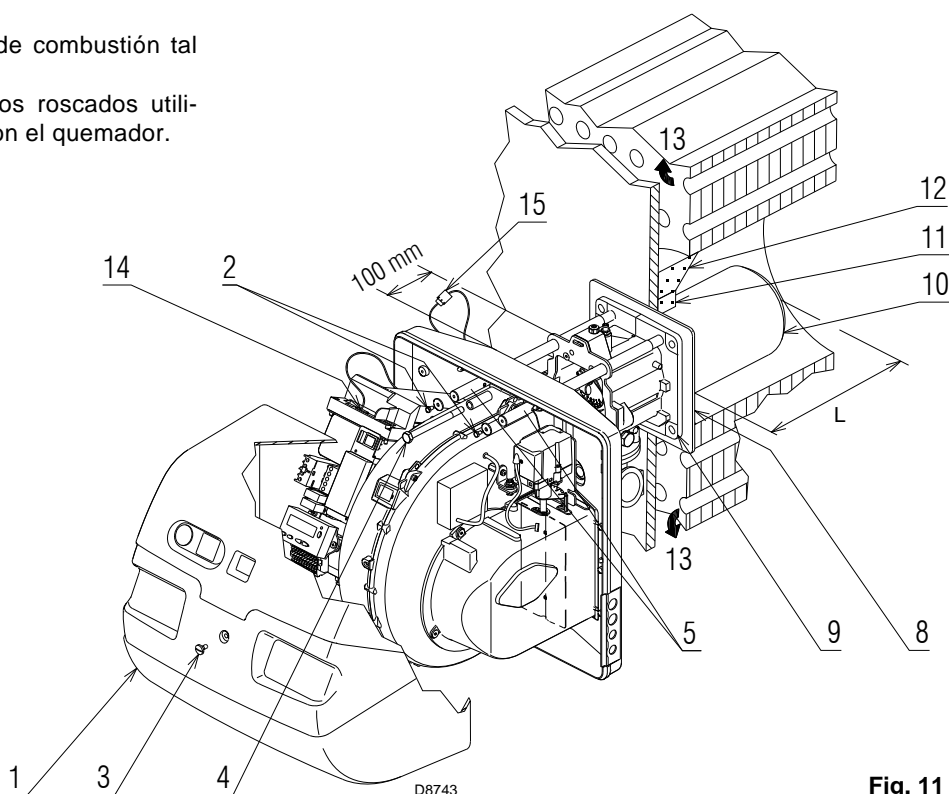

Fig. 11
Para calderas con paso de humos delantero (13), realizar una protección de material refractario (11), entre el material refractario de la caldera (12) y el tubo llama (10). Esta protección debe permitir el desplazamiento del tubo de llama. Véase Fig. 11.
Luego separar el cabezal de combustión del resto del quemador, Fig. 11.
Fijar la brida 9)(Fig. 11) a la placa de la caldera, intercalando la junta aislante 8)(Fig. 11) suministrada.
- volver a montar el quemador en las guías 3) aproximadamente a 100 mm del manguito 4) - quemador en la posición ilustrada en la Fig. 11;
- conectar el conector macho del servomotor 14)(Fig. 11) y enroscar el anillo pasacable 15)(Fig. 11);